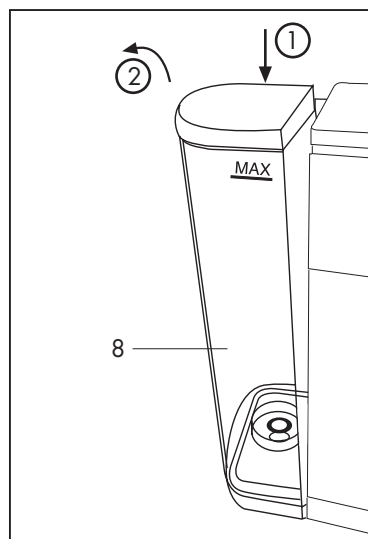

Fig. 1
- Para extraer el depósito (8) presione hacia abajo y gírelo al mismo tiempo hacia el exterior **(Fig.1)**